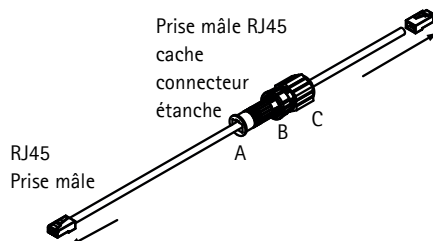

Fig 3
3. Enfiler le cache connecteur étanche de la prise mâle (A, B et C) dans le câble Ethernet. Voir Fig 3.
5. Enfiler la prise (A) sur la prise mâle RJ45, raccordée au DATA IN. Voir Fig 3.
6. Enfiler le boîtier (B) sur la prise et visser (serrer à la main uniquement). Voir Fig 3.
7. Enfiler le couvercle (C) sur le connecteur et visser (serrer à la main uniquement). Voir Fig 3.